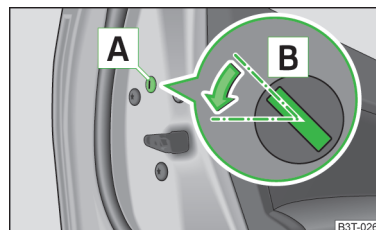

Fig. 193
- Démontez le cache **A** » fig. 193.